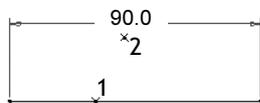

图 2.8.1 线段长度尺寸
Step 2 选取要标注的图元：单击位置 1 以选择直线（图 2.8.1）。